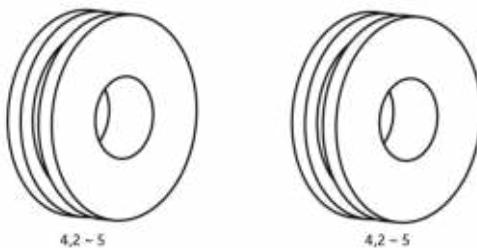

Рис. 8.9. Ролики.
- При значительном износе контактного ролика (см. рис. 8.9) необходимо одновременно заменить два подающих ролика.